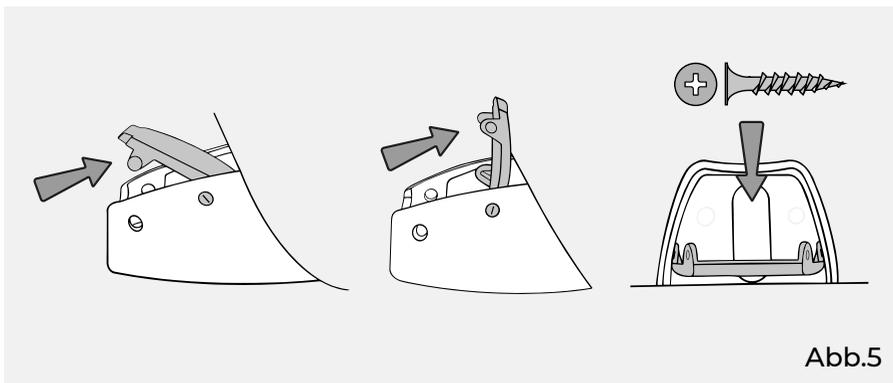

Abb.5
3. Heben Sie die Kunststoffklappe an, um die Montageschlitze an der Seite des **POWERSERVICE**PSB freizulegen (Abb.5).